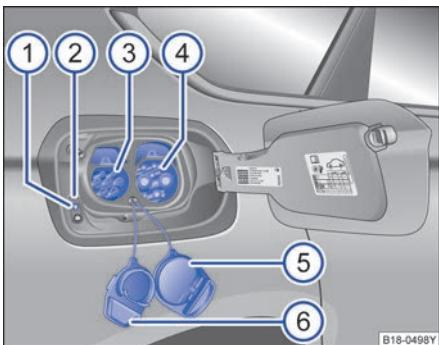

图 111 充电插座。
⇒ 图 111 的图例：
- 若成功连接，则 ⇒ 图 111 ② 充电状态指示灯亮黄色，组合仪表的显示屏中出现指示灯 。